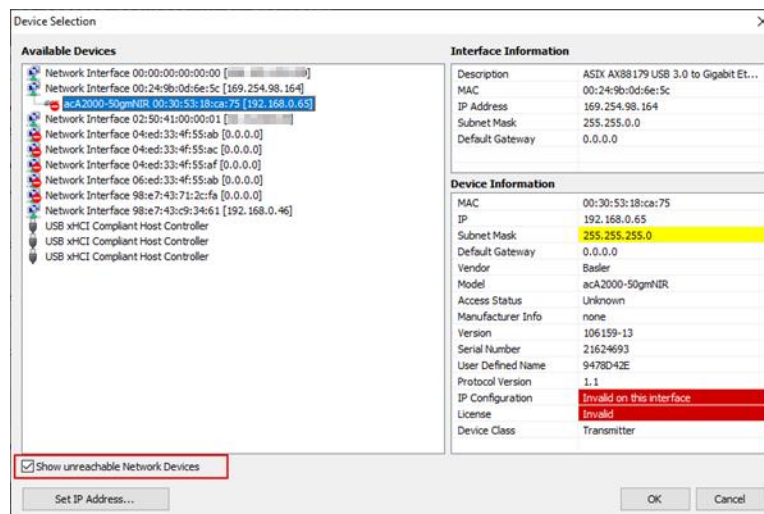

Abbildung 118: Nicht-erreichbare Netzwerkgeräte anzeigen
- c. Nach wenigen Augenblicken wird die Kamera sichtbar. Die IP-Konfigurationseigenschaften im rechten Fensterbereich werden rot sein und zeigen **Invalid on this interface** (Abbildung 118).